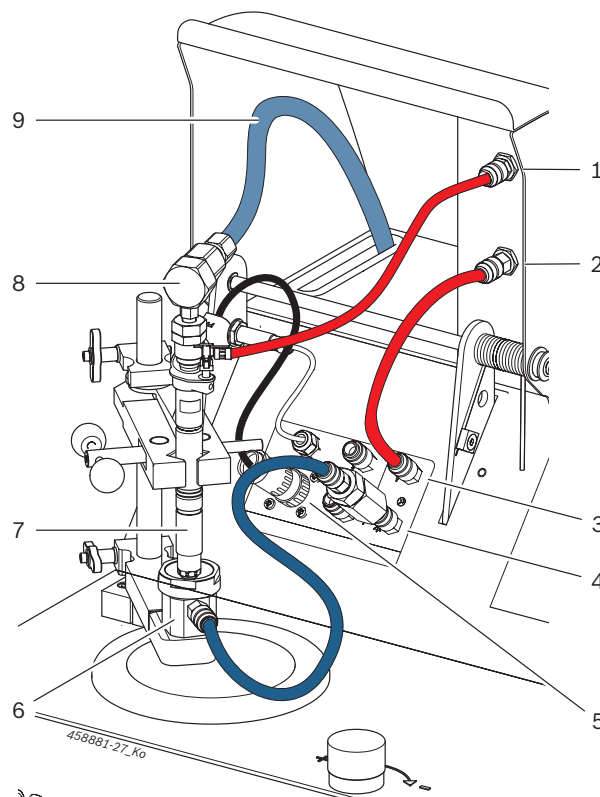

Fig. 5: Principvisning anslutning CRI Piezo
Montera insprutningskammaren (fig. 5, pos. 6) inte förrän läckagetestet har utförts.
2. Montera CRI Piezo (fig. 5, pos. 7) på spännhållaren .
3. Anslut högtrycksslangen med anslutningsadapter (fig. 5, pos. 8, 9) till CRI Piezo.
4. Anslut slangledningen 1 680 712 368 eller 1680 712 369 till returflödet på CRI Piezo och vid "returflödesingången CRI Piezo" (fig. 5, pos. 1).
5. Anslut slangledningen 1 680 703 079 till "returflödesutgången CRI Piezo" (fig. 5, pos. 2) och på "testanslutning för returflödesmängden" (fig. 5, pos. 3).
6. Anslut den injektorspecifika adapterledningen (1 684 465 798 eller 1 684 465 672) till CRI Piezo och till "elanslutningsingången" (fig. 5, pos. 5).
7. Placera ingångsfiltret i "testanslutningen för insprutningsmängden" (fig. 5, pos. 4).
Efter "Leak test" monteras insprutningskammaren på komponenten och slangledningen 1 680 712 362 anslutas till insprutningskammarens snabbkoppling och via ingångsfiltret till "Testanslutning för insprutningsmängden" (fig. 5, pos. 4).